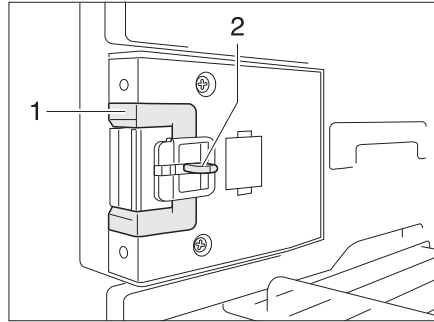
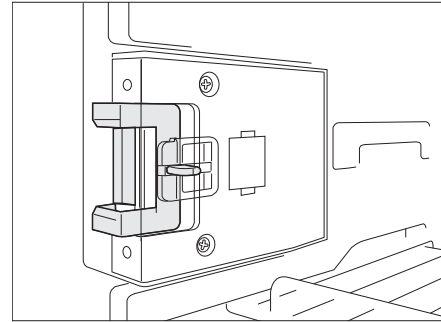

Bild 237 Verschlusseinrichtung in Normalstellung
Bild 238 Verschlusseinrichtung in Lüftungsstellung
- Die Entriegelung (Bild 237,2) eindrücken.
- Die Verschlusseinrichtung (Bild 237,1) nach vorn schieben (Bild 238).